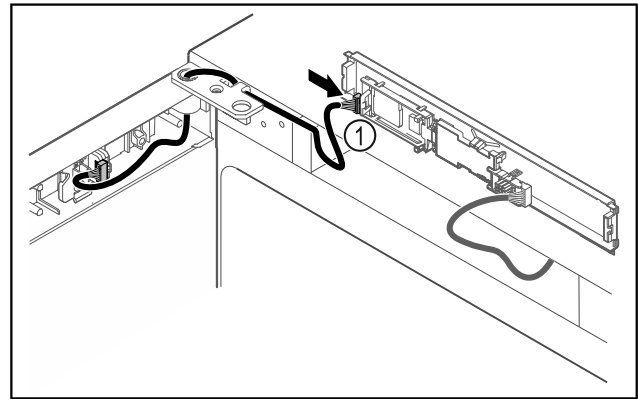

Fig. 43
- Sätt in kontakten Fig. 43 (1) på kretskortet.